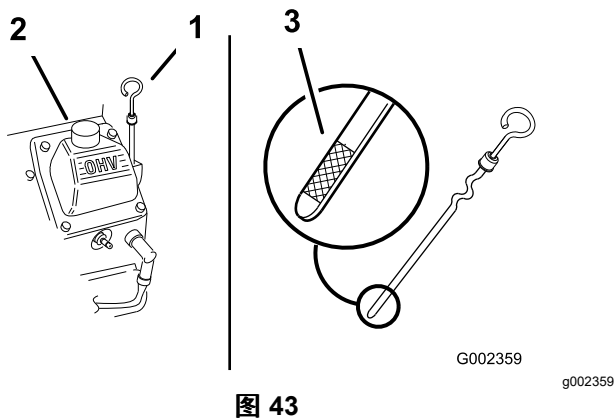

图 43
2. 清洁量油尺周围的区域 图 43 防止灰尘落入注油孔并损坏发动机。
3. 取出量油尺擦拭干净然后完全安装到位图 43。
油位应介于量油尺上“F”已满与“L”较低标记之间图 43。
5. 如果油位低于“L”较低标记应取下加油管盖图 43 添加指定机油直至油位达到量油尺上的“F”已满标记。